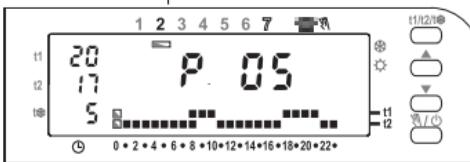

Fig. 10
When **OK** is pressed to confirm, the program set for Monday is saved in the memory, the dash will blink under **Tuesday** (2) and the two digits relative to the time 00:00 will blink over the temperature scale for the previous day (fig. 10).
La confirmation (**OK**) fixe en mémoire le programme introduit (pour lundi) et l'afficheur fait clignoter un tiret sous le **mardi** (2) et les 2 chiffres au niveau de l'heure 00:00, superposés à l'échelle thermique programmée pour la veille (fig. 10).
Durch die Bestätigung (**OK**) wird das eingegebene Programm (Montag) gespeichert und auf der Anzeige blinken der Strich unter **Dienstag** (2) und die zwei Zahlen 00:00 , die sich auf die Uhrzeit beziehen. Darüber wird die Temperaturskala des vorhergehenden Tages wiedergegeben (fig. 10).
La conferma (**OK**) fisserà in memoria il programma impostato (per lunedì) e sul display apparirà lampeggiante il trattino sotto il giorno di **martedì** (2) e lampeggianti i 2 digit in corrispondenza dell'ora 00:00, sovrapposti alla scala termica programmata per il giorno precedente (fig. 10).
La confirmación (**OK**) guarda en la memoria el programa del lunes y en el display empiezan a parpadear el guión debajo del día **martes** (2) y los segmentos de la hora 00:00 ubicados por encima de la escala térmica programada para el día anterior (fig. 10).